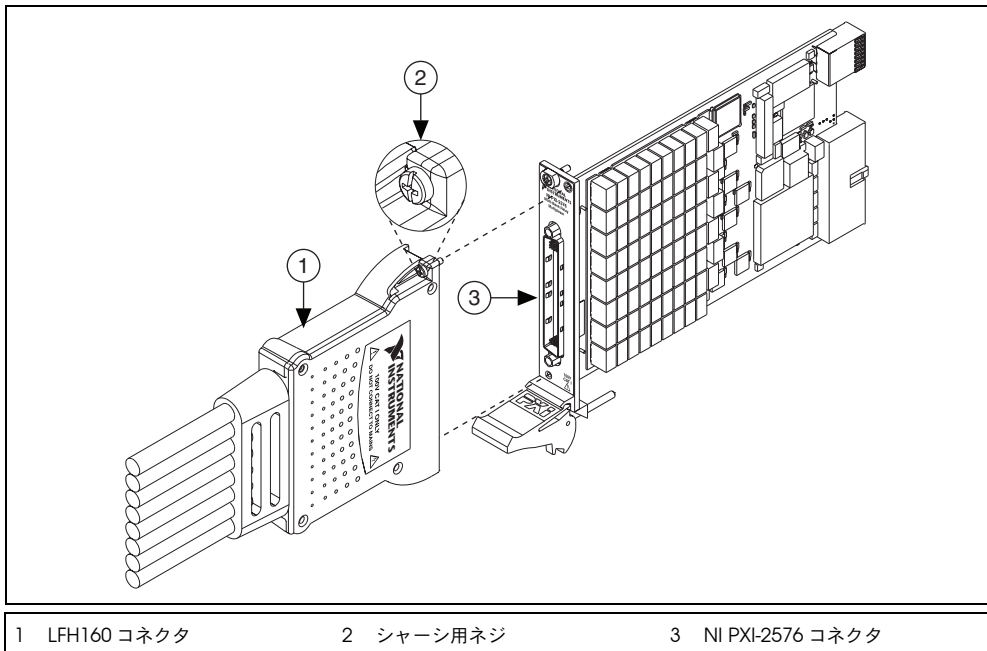

図 2 LFH160 ケーブルを NI PXI-2576 に接続する
1. 図 2 に示すように、LFH160 コネクタをスイッチモジュール上の NI PXI-2576 コネクタに接続します。